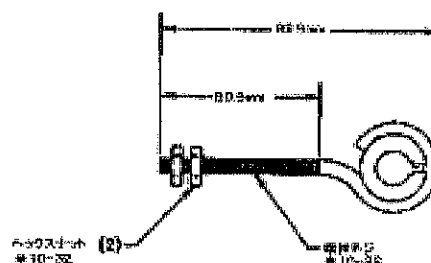

図 6-5 ケーブル支持金具
- c, ケーブルサポートを適当な位置に固定し、ケーブルサポートの輪からプラスチック・ブッシングを外してください。ケーブルサポート（図6-5）は高圧ケーブルをチャージバーから機械フレームに沿わせて高圧電源まで導くために使われます。ケーブルは例えば機械フレームや金属パネルのような金属表面から1/4" (6.5mm) 以上常に離して配線下さい。